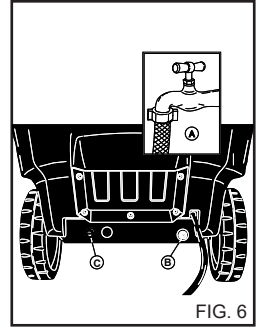

FIG. 6
Подсоедините шланг к крану водоснабжения (рис. 6А) и к отверстию на аппарате (рис. 6В). Убедитесь, что давление и расход воды, подаваемой от крана, соответствует характеристикам аппарата: 200-800 кПа (29-116 фунт/дюйм2). Максимальная температура воды на вход аппарата не более 50°C (122°F)
Подсоедините шланг высокого давления к аппарату (рис. 6с) и к пистолету (рис. 7).
- 1) Поверните кран подачи воды (рис. 6А).
- 6) Закройте кран водопровода (рис. 6А).